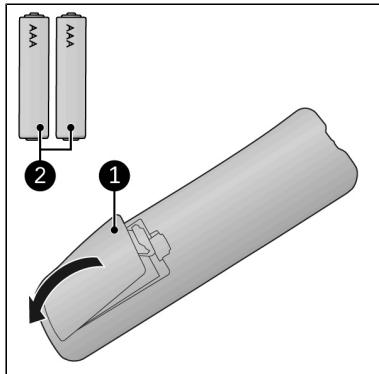

Figure 73.
1. Avlägsna batterilocket (Figure 73, pos. 1).
2. Sätt i två batterier (AAA 1,5 V) (Figure 73, pos. 2) i enlighet med markeringen i batterifacket. Säkerställ att batterierna är korrekt isatta.